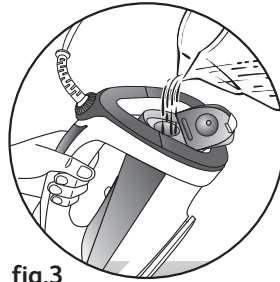

fig.3
- Den Wassertank bis zur Markierung „MAX“ auffüllen – **Abb.3**.